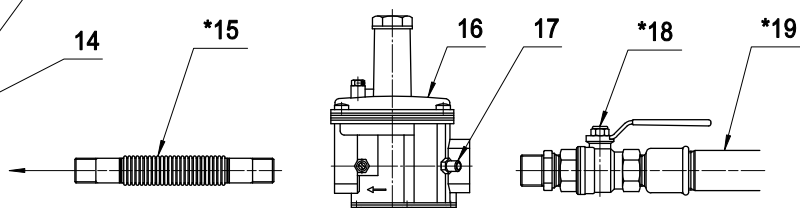

рис.2
- 3- Подключить газовую арматуру к газопроводу в соответствии с рис. 2
- 1- Смонтировать Смесительную Группу поз. (25) на котле поз. (24) (см. пластину для установки стр. 02), вставив прокладку поз. (21).
- 2- Подсоединить рампу к линии подачи ГАЗА в соответствии со схемой на рис. 2
- 3- Снять кожух (поз.27), ослабив 4 винта в поз. (A)
- 4- Прикрепить корпус горелки поз. (26) к Смесительной Группе поз.(25), пропустив кабель электрода поджига поз. (E) и кабель электрода ионизации поз. (D) через отверстие поз. (C) и зажав 4 винта поз. (B)
- 5- Подсоединить кабель поджига поз. (E) к трансформатору поз. (G), а кабель электрода ионизации поз. (D) к разъему (F)